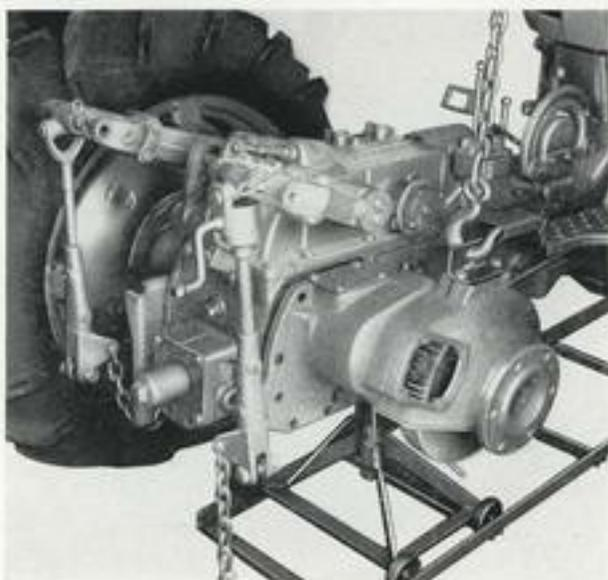

Fig. 11
- Démontez les 7 vis hexagonales de fixation (39 fig. 10). Soulager la trompette à l'aide d'un palan. Enlever les 2 écrous et dégager l'ensemble de la trompette (voir fig. 11).